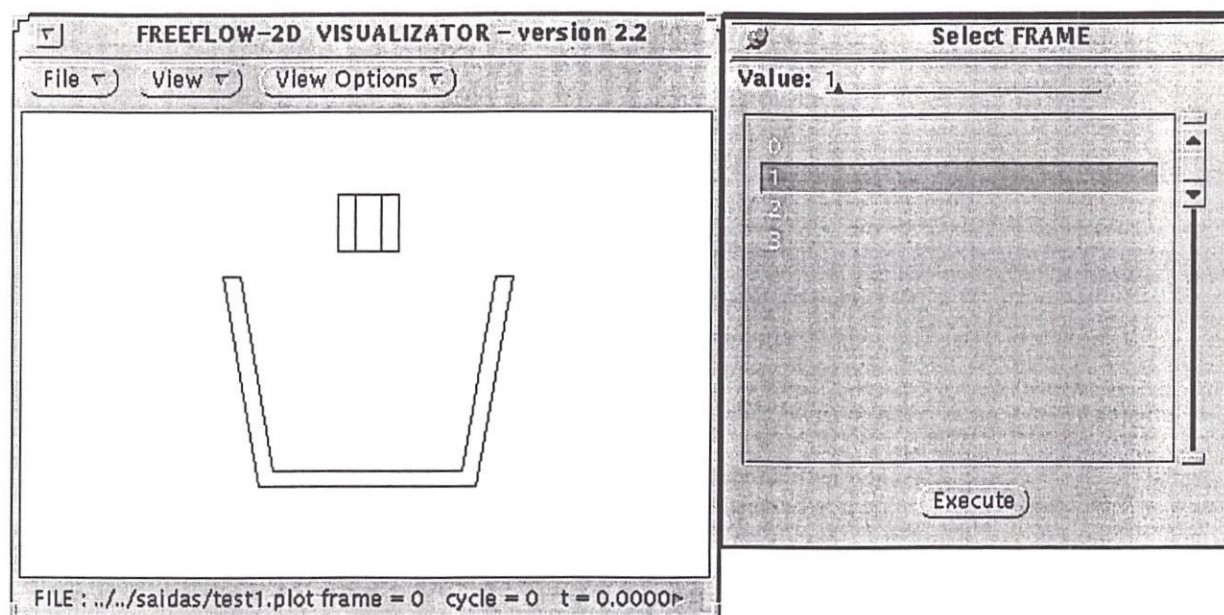

Figura 3.4: Seleção de um novo tempo
- *Select FRAME*: uma janela para escolha de outros instantes no tempo pode ficar permanentemente aberta, e a seleção de um novo tempo atualizará os campos visualizados para o novo instante de tempo, como mostra a figura 3.4.